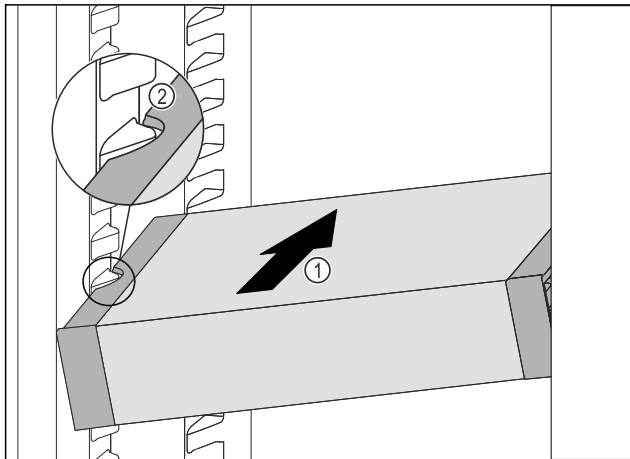

Fig. 54
- ▶ VarioSafe schuin in het koelgedeelte schuiven Fig. 54 (1), tot de uitsparingen aan de zijkant Fig. 54 (2) van de VarioSafe op de hoogte van de rib in het koelgedeelte zitten.